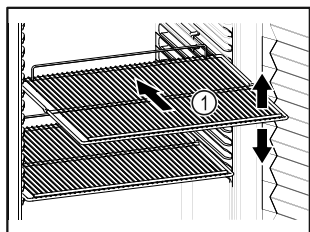

Fig. 61 Przykładowa prezentacja
- ☐ Jeśli ruszty do składowania Fig. 61 (1) są ruchome, należy je ustawić odpowiednio do wysokości.